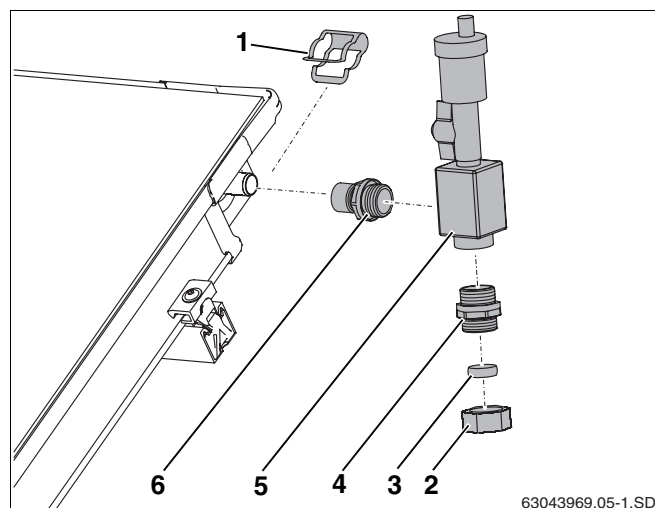

Fig. 60 Collegamento del disaeratore
- Avvitare a fondo il nipplo (fig. 60, **pos. 6**) e il nipplo doppio (fig. 60, **pos. 4**) nel vaso di sfogo (guarnizione o-ring).
- Infilare il vaso di sfogo (fig. 60, **pos. 5**) con il relativo nipplo sul raccordo del collettore e fissarlo con la graffa.
- Collegare le tubazioni di adduzione al bocchettone con anello di fissaggio (18 mm) (fig. 60, **pos. 2**).